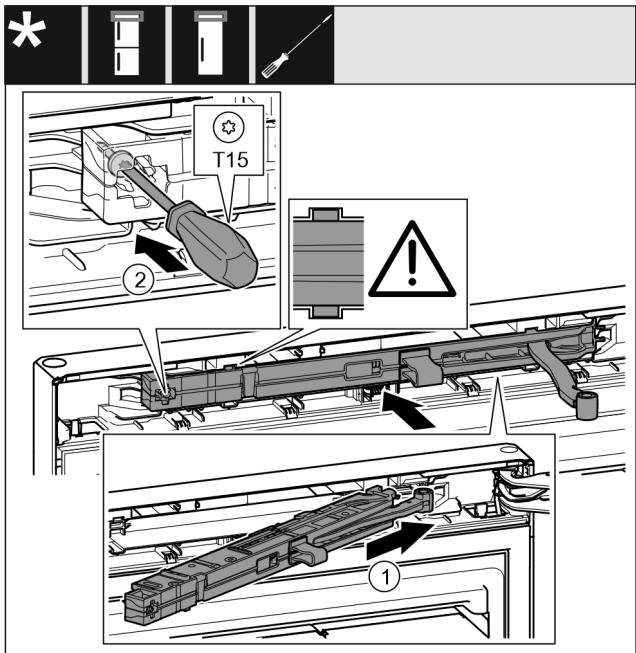

Fig. 20
- Вкарайте блока на затварящия демпфер от страната на лагерната стойка докрай под ъгъл в отвора. Fig. 20 (1)
- Затегнете винта с отвертка T15. Fig. 20 (2)